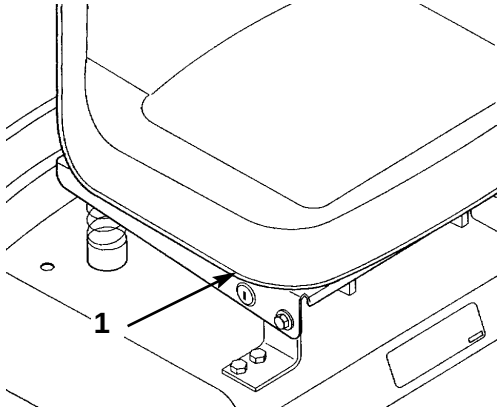
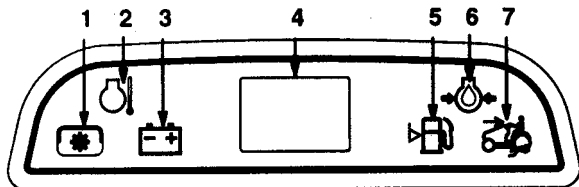

Figure 8
Figure 9
Si l'on est certain de pouvoir tondre ou utiliser un accessoire en marche arrière en toute sécurité, désactiver la fonction de blocage du fonctionnement en marche arrière en tournant le commutateur "Key Choice" (Fig. 8), situé devant et sous le siège, après avoir engagé la lame (PDF). Un voyant rouge s'allume sur la console avant (Fig. 9) pour signaler que le blocage du fonctionnement en marche arrière est désactivé. Une fois désactivée, la fonction de sécurité reste dans ce mode (c.-à-d. la lame de la tondeuse ou l'accessoire commandé par PDF fonctionne chaque fois que le tracteur se déplace en marche arrière), et le voyant de la console reste allumé jusqu'à ce que la lame (PDF) soit désengagée ou que le moteur soit arrêté.
Ce module (en option sur certains modèles) (Fig. 9), s'allume lorsque le frein de stationnement ou la prise de force (PTO) est actionné, et en cas de problème de basse pression d'huile, batterie ou de sortie d'alternateur réclamant une intervention immédiate.
Le compteur horaire (en option sur certains modèles) enregistre le nombre d'heures de fonctionnement du moteur (Fig. 9). Il se déclenche quand la clé de contact est mise sur "RUN" ou "LIGHTS". Il peut être utilisé pour planifier la maintenance régulière.
Ce système de relevage (en option sur certains modèles) (Fig. 9) sert à relever et à abaisser les accessoires.
1. Pousser la commande de relevage en position "UP" (HAUT) pour relever le système (Fig. 9). L'accessoire est alors relevé et reste dans cette position.